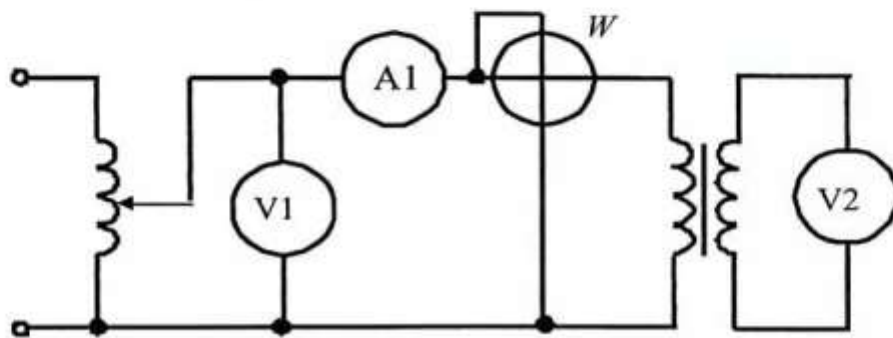

Рис. 6. Схема испытания трансформатора — опыт холостого хода
2. Собрать цепь включения трансформатора в режиме холостого хода, согласно рис. 6. ЛАТРоМ установить номинальное напряжение на первичной обмотке трансформатора. В табл. 7 занести показания приборов.